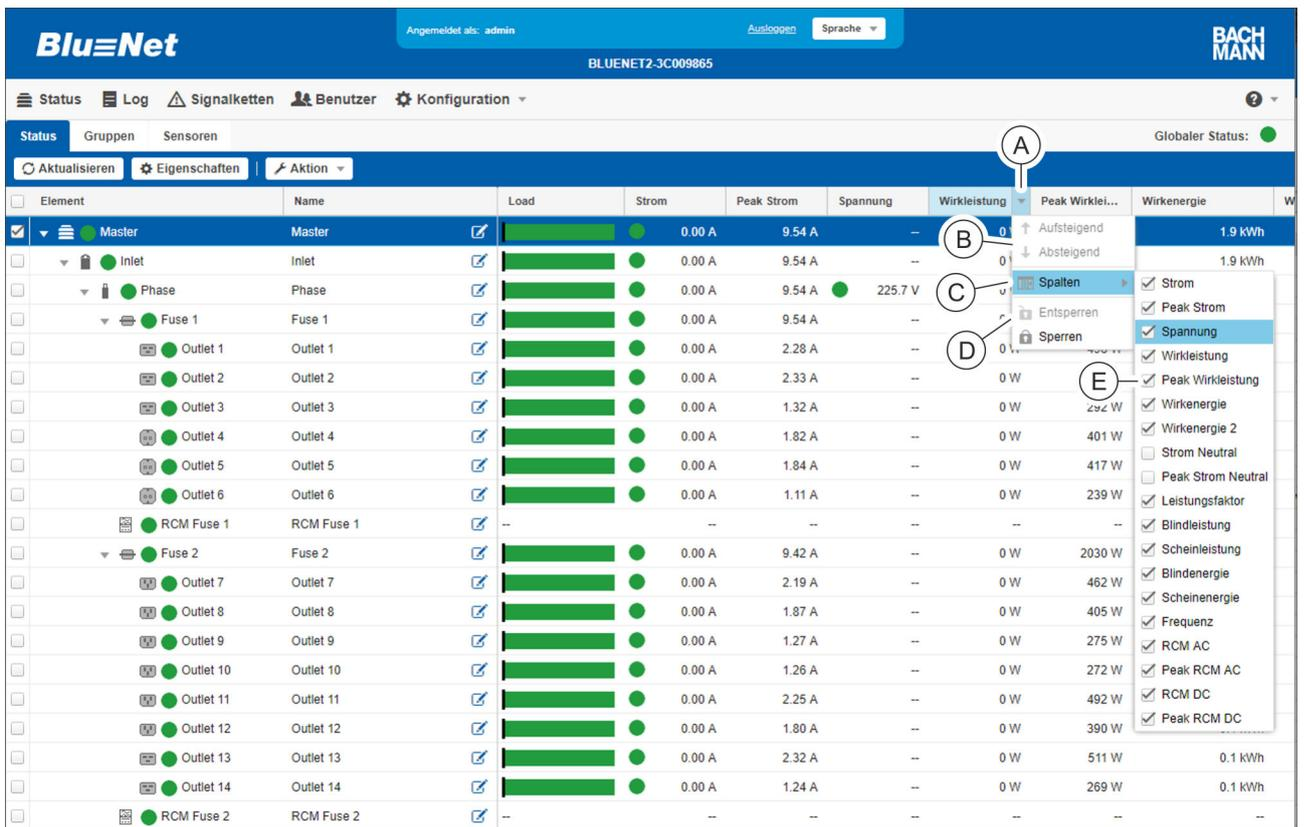

Abb. 94: Gruppierung einzelner Messwerte verändern
1. ➔ Mauszeiger in die Titelzeile der Messwerte bewegen (Abb. 94/Ⓐ).
2. ➔ Über den Menüpunkt „*Entsperren*“ (Abb. 94/Ⓒ) die Verriegelung der Spalte lösen.
4. ➔ Über den Menüpunkt „*Aufsteigend*“ bzw. „*Absteigend*“ (Abb. 94/Ⓓ) die Sortierung der Parameter verändern.
6. Über den Menüpunkt „Spalten“ (Abb. 94/©) durch Klick auf die Checkbox gewünschte Parameter ein- oder ausblenden (Abb. 94/Ⓢ).
7. Über den Menüpunkt „Sperrern“ (Abb. 94/Ⓢ) die Spalte wieder verriegeln.